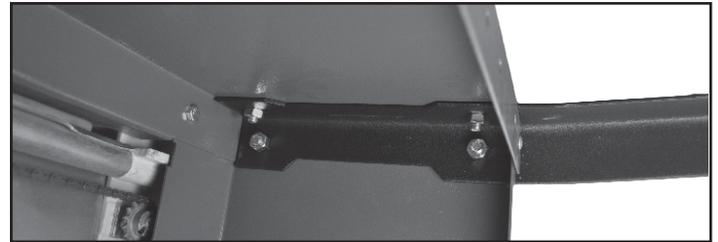

FIG. 2
3. Attachez les quatre jambes au cadre principal de la machine, en utilisant les boulons, les rondelles et les noix fournis. FIG. 2, 3.